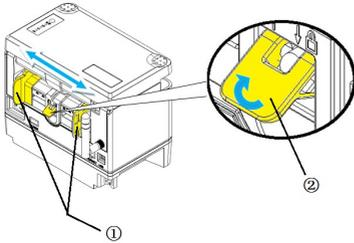

图 2.4.1.2
(4) 将纸张从打印机后方入纸口处向内送入，传感器检测到纸张后打印机胶辊将开始转动，继续向内送纸直到纸张在胶辊摩擦下被带动，将手从纸张上松开；（见图 2.4.1.3）